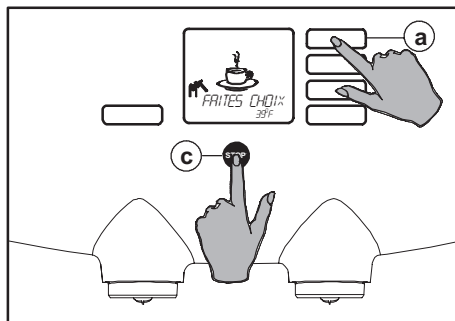

Fig. 76 Accès au menu opérateur
Pendant le détartrage, si le seau risque de déborder, le programme peut être interrompu en appuyant sur le bouton Stop (fig. 76 c). Le seau peut alors être vidé. Appuyez de nouveau sur le bouton Stop pour continuer.
2. Activez le menu opérateur (fig. 76), voir également le paragraphe Accès au menu opérateur (fig. 27).
- Appuyez le bouton Stop (fig. 76 d) si le seau risque de déborder.